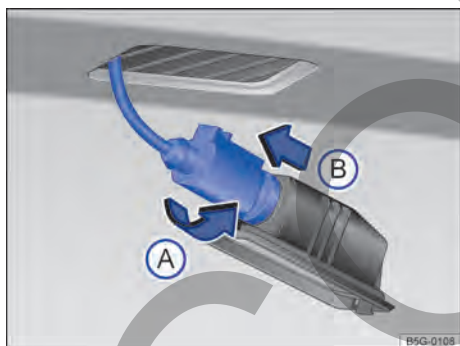

Fig. 170 Luz de la placa de licencia: desinstalar el portalámparas.
- ③ Girar el portalámparas en **sentido antihorario** → fig. 170 (A), y retirar el soporte junto con la bombilla (B).
- ④ Tirar de la lámpara quemada del portalámparas para quitarla.
- ⑤ Cambiar la bombilla quemada por una bombilla nueva del mismo modelo.
- ⑥ Insertar la nueva lámpara en el portalámparas cuidadosamente.
- ⑦ Colocar el soporte de la lámpara en la luz de la placa de licencia y presionar en sentido contrario al de la flecha (A) hasta el tope.
- ⑧ Cerciorarse de que el portalámparas esté correctamente fijado en el conjunto.
- ⑨ Colocar el conjunto de la luz de la placa de licencia con cuidado en la abertura del parachoques. Estar atento a la correcta dirección de instalación de la luz de la placa de licencia.
- ⑩ Presionar la luz de la placa de licencia en el paragolpes hasta que encaje de forma audible.
- ⑪ Asegurarse de que el conjunto de la luz de la placa de licencia esté correctamente fijado en el alojamiento.